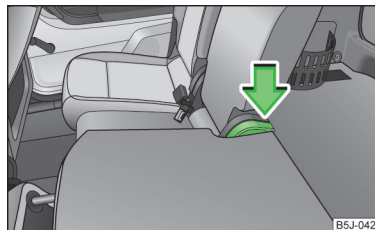

Fig. 61
- Premere la leva » fig. 61 e ripiegare lo schienale. Tirando, accertarsi che lo schienale sia correttamente bloccato.